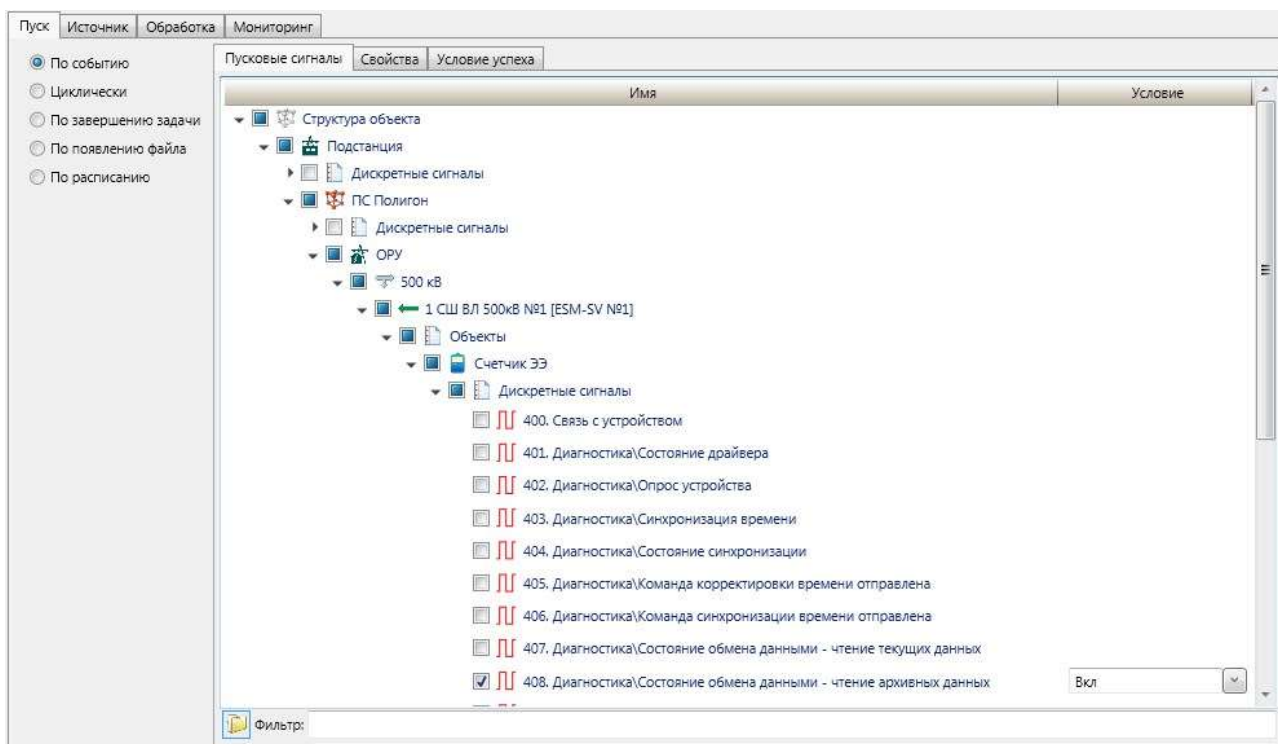

Рисунок 214 – Режим запуска обработчика файлов «По событию»
– «По событию». Запуск обработчика файлов выполняется при переходе любого из пусковых сигналов в требуемое состояние. Настройка перечня и набора состояний пусковых сигналов выполняется в подразделе **Пусковые сигналы** режима запуска «По событию» (рисунок 214). Выдержка времени с момента наступления пускового события до запуска обработчика файлов и повторный запуск выполнения обработчика файлов по условию успеха (таблица 110, описание группы параметров «Действия при неблагоприятном исходе») настраиваются в подразделе **Свойства** режима запуска «По событию». Условие успеха выполнения обработчика файлов настраивается в подразделе **Условие успеха** режима запуска «По событию»;